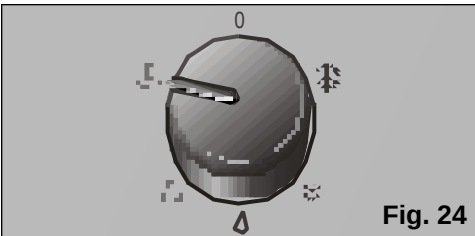

Fig. 24
- ☐ Sélectionnez la vitesse de purification : maximale  ou silencieuse  , **Fig. 24**.